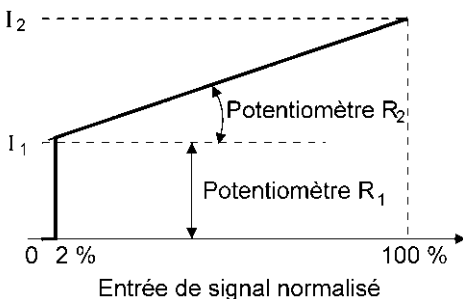

Figure 1: caractéristique $I(U)$
- potentiomètre d'amplification R_2 pour fixer la pente de la caractéristique $I(U)$ et ainsi du courant maximal I_2 , respectivement du débit pouvant être atteint (pour le signal normalisé maximal, par ex. 10 V)(figure 1)
- le déclenchement du point zéro garantit une fermeture étanche de la vanne pour un signal d'entrée < 2% de la valeur maximale; à cet effet, le courant de bobine est mis électroniquement à zéro pour des signaux d'entrée inférieurs à ce seuil (par ex. 0,2 V pour entrée de signal normalisé 0..10 V) (figure 1);